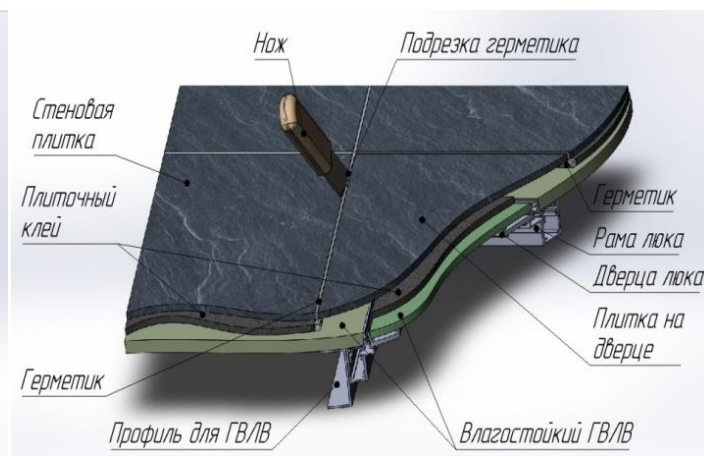

Рис. 4 – Подрезка герметика
8. Прорежьте герметик канцелярским ножом, сохранив слой герметика на створке и удалив с периметра проёма (рис. 4).